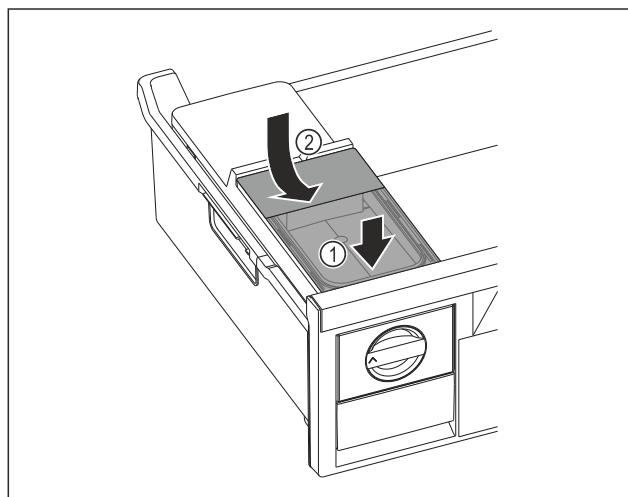

Fig. 129
- Rezervoar za vodo namestite spredaj. Fig. 129 (1)
- Zadaj rezervoar za vodo spustite. Fig. 129 (2)